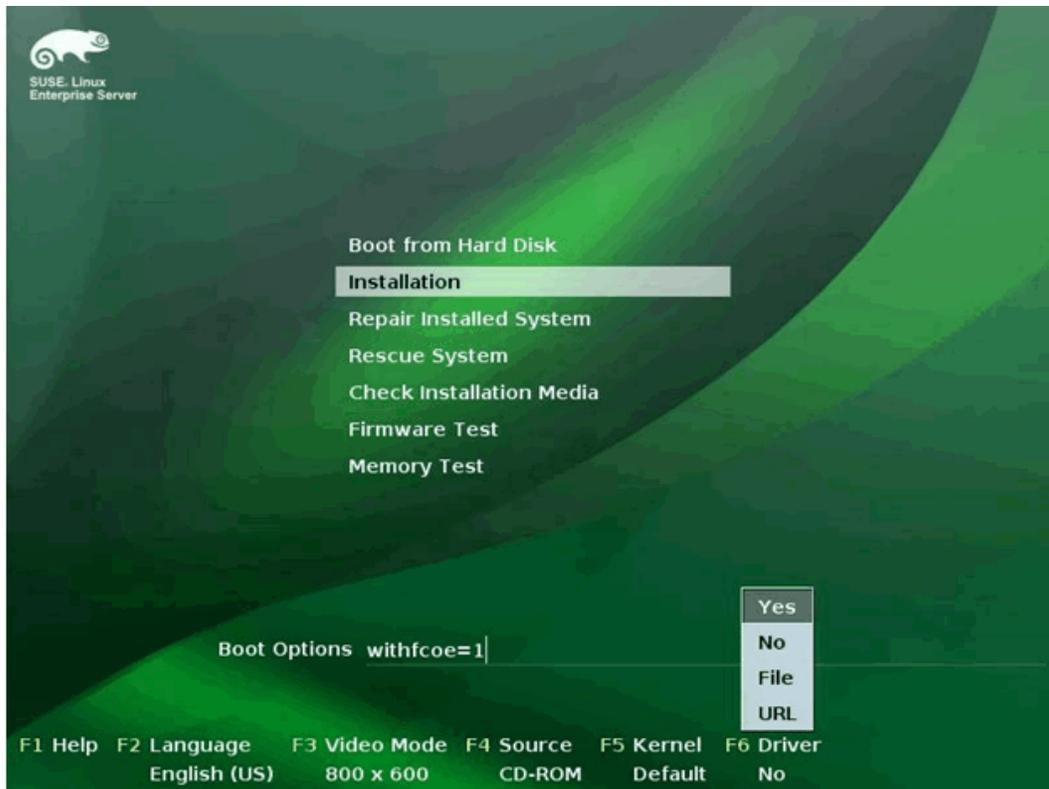

Abbildung 14-14. Starten der SLES-Installation
- e. Klicken Sie auf **Installation**, um den Vorgang fortzusetzen (Abbildung 14-14).